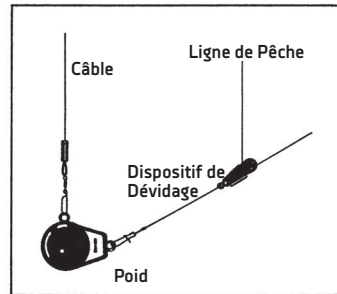

Figure 2
2. Utilisez le dispositif Mini-Troll avec un poids, un dispositif de dévidage (figure 2) et un porte-canne de 4 lb (1,8 kg). Tous sont offerts avec la trousse d'accessoires Mini-Troll (n° de pièce 2250005, vendu séparément). Fixez le poids au câble du treuil de pêche, et le dispositif de dévidage au poids. Mettez la canne dans le porte-canne et fixez votre ligne de pêche entre les coussins de déglacement.